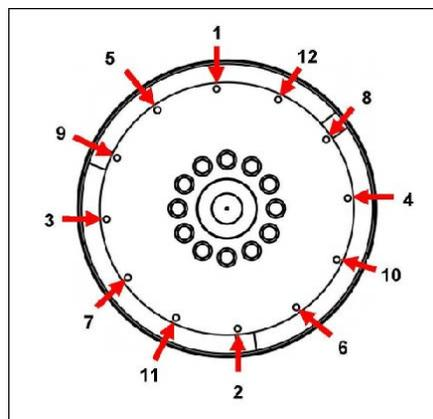

ABBILDUNG 19. REIHENFOLGE DER BEFESTIGUNG
- Die Ausrichtungsstifte entfernen. Die Kupplungsschrauben unter Verwendung von Hochlast-Unterlegscheiben unter den Köpfen anbringen. Kupplungsbefestigungsschrauben am Schwungrad in der Reihenfolge festziehen wie dargestellt in Abbildung 19 auf Seite 31.